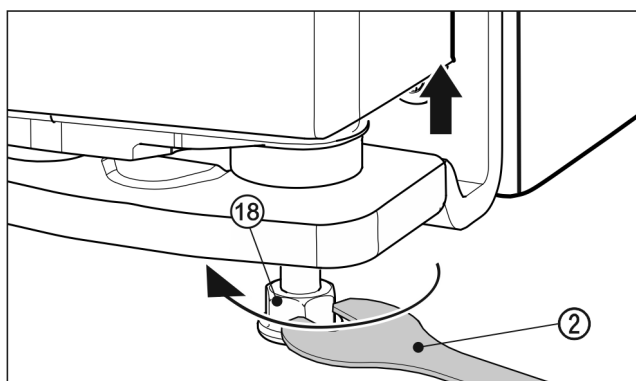

Fig. 25
- ▶ Az ajtó feljebb emeléséhez forgassa jobbra az állítható lábat Fig. 25 (18) a mellékelt villáskulccsal Fig. 25 (2), amíg a padlóval nem érintkezik. Majd forgassa tovább, amíg az ajtó magasságát be nem állította. Kiszállítási állapotban a tartócsap teljesen be van tekerve.